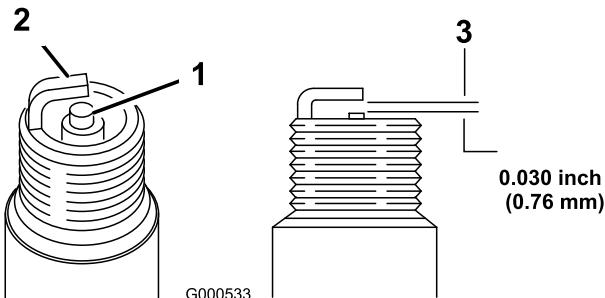

Figure 22
1. Contrôlez les bougies (Figure 22).
2. Contrôlez l'écartement entre l'électrode centrale et l'électrode latérale (Figure 22). Courbez l'électrode latérale si l'écartement est incorrect.